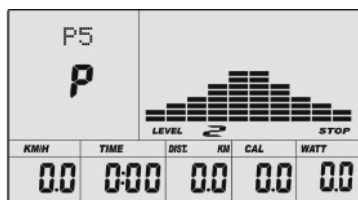

图 25
- A. 按 UP、DOWN 键选择您希望进行运动的程序。（如图 25）